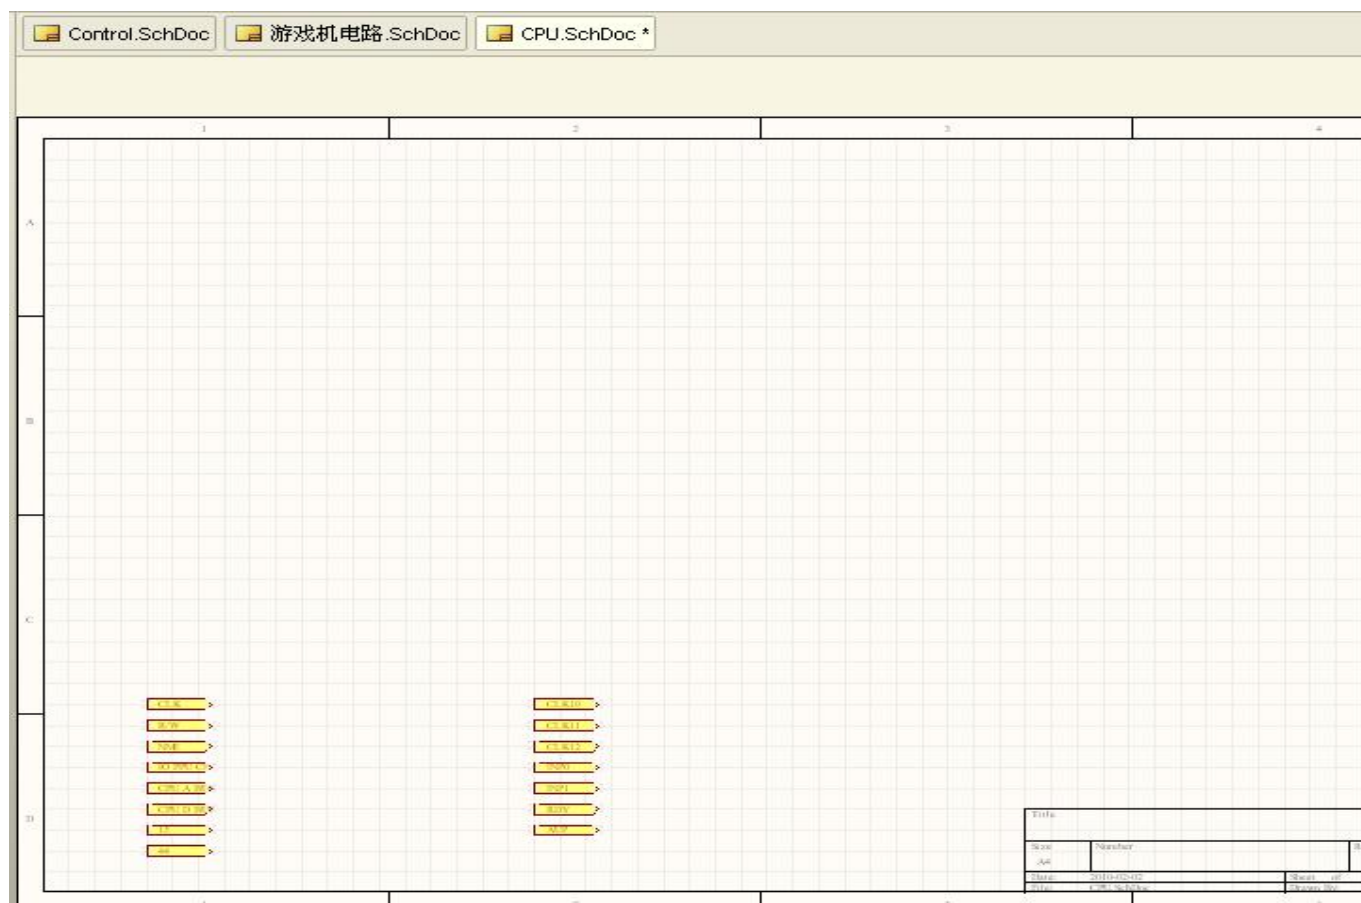

图3-116 生成的CPU.SCHDOC
1) 中央处理器电路模块设计。在顶层电路图工作界面中，单击菜单栏中的“**Design设计|Create Sheet From SheetSymbol**”从原理图符号中创建子原理图命令，此时光标将变为十字形状。将十字光标移至原理图符号“**CPU**”内部，单击，系统自动生成文件名为“**CPU. SCHDOC**”的原理图文件，且原理图中已经布置好了与原理图符号相对应的I/O端口，如图3-116所示。在该图纸界面，按照图3-101所示，绘制该图。